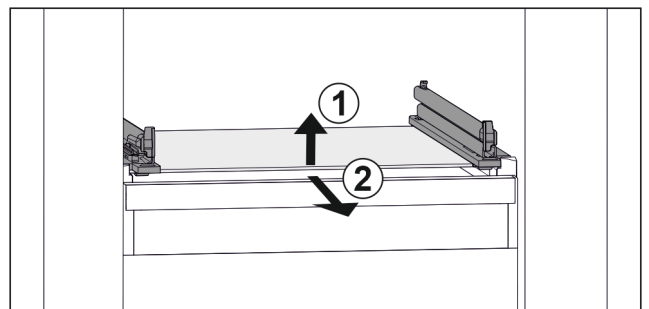

Fig. 106 Klaasplaadi näitlik kujutis
- ▶ Tõstke klaasplaat eest üles. Fig. 106 (1)
- ▶ Võtke klaasplaat ettepoole välja. Fig. 106 (2)